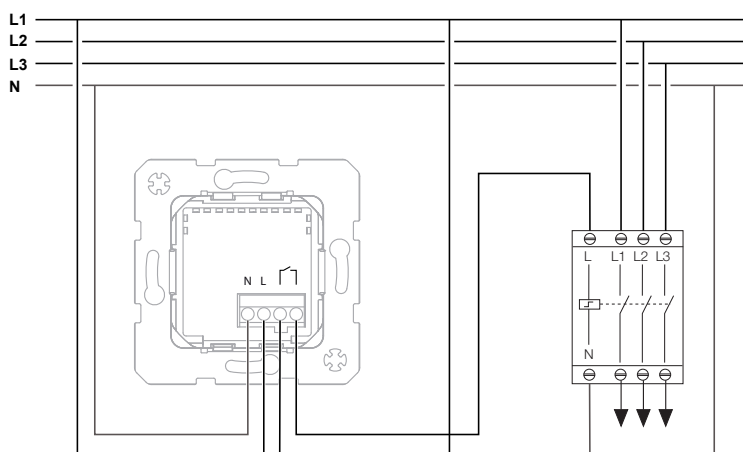

Figura 4
- i** Observar la potencia conectada permitida. En caso necesario, utilizar protección de carga (figura 4).
- Colocar el mecanismo (1) en la capa para mecanismos, los terminales de conexión deben quedar debajo.
- Colocar el marco (2) y atornillar con el elemento de sujeción (3).
- Insertar y atornillar la pieza de montaje de la tarjeta de hotel (4).
- Encajar el embellecedor (5) en la pieza de montaje de la tarjeta de hotel.